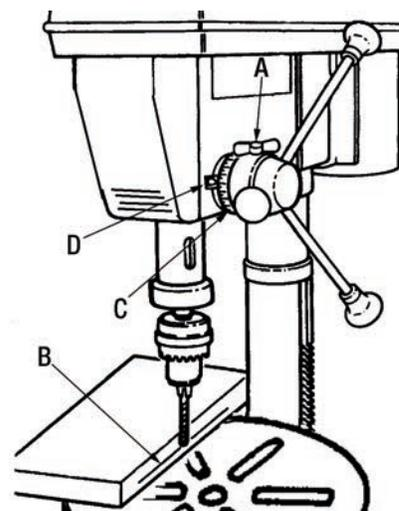

FIGURE 19
2. Desserrez le bouton de verrouillage (A) Fig.19 de l'échelle de profondeur.
3. L'interrupteur étant dans la position d'arrêt (off) faites descendre le foret jusqu'à ce que l'extrémité du foret soit au niveau avec la marque (B).
4. Tournez l'échelle de profondeur (C) dans le sens antihoraire jusqu'à ce qu'elle cesse de tourner.
1. L'interrupteur étant dans la position d'arrêt (off), desserrez le bouton de verrouillage (A) Fig.19 de l'échelle de profondeur.
3. Faites tourner l'échelle de profondeur (C) dans le sens horaire jusqu'à ce que l'indicateur (D) de l'échelle de profondeur indique la profondeur de perçage désirée sur l'échelle.
1. Avec le mandrin occupant sa position la plus haute possible, faites tourner l'échelle de profondeur (C) Fig.19 dans le sens horaire jusqu'à ce qu'elle s'arrête et serrez le bouton de verrouillage de l'échelle de profondeur. Cette mesure empêchera le fourreau de tomber lors de la tension du ressort.